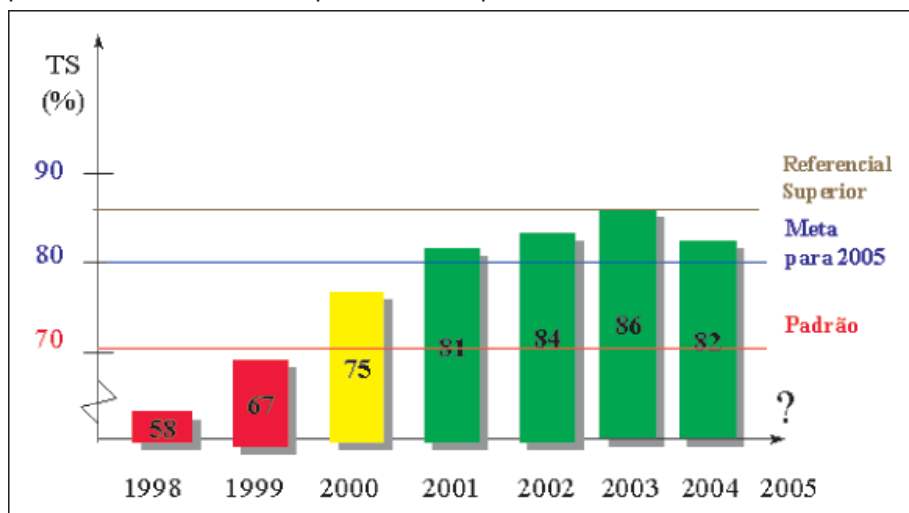

Fig 5.1 - Meta, índice e padrão
c. Só há sentido em utilizar um indicador, se ele contribuir para a gestão racional do processo. A partir dos indicadores de um processo, podem ser definidos **índices** e, a partir destes, estabelecer **padrões** e **metas**, conforme a (Fig 5.1).